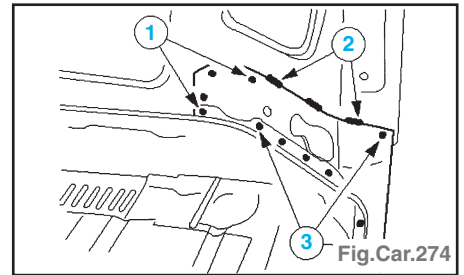

Fig.Car.274
- Souder par bouchonnage (1), en cordon discontinu sous gaz protecteur (2) et par points (3) (Fig.Car.274).